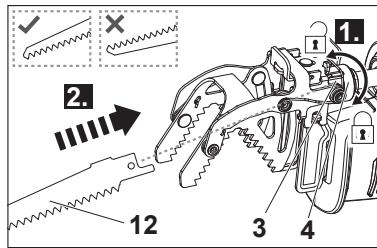

Fig. 1
2. Insérez la lame de scie adaptée [12] complètement dans la prise de l'outil [3] et relâchez la bague [4] (Fig.1).